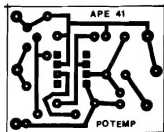

Fig.2
- **FIG. 2 - LAY OUT DO CIRCUITO IMPRESSO** - Embora tenhamos enfatizado as intenções de miniaturização, notem os Leitores/Hobbyistas que nem por isso a configuração de linhas e pistas ficou "apertada" ou super-condensada... Isso ocorre por que o circuito utiliza uma quantidade extremamente modesta de componentes (outro fator importante na redução final do custo do projeto...), facilitando a implementação em plaquinha pequena, sem com isso incorrer em "espremeamentos" excessivos... A figura mostra, em tamanho natural (escala 1:1) a face cobreada, com o padrão que deve ser cuidadosamente copiado sobre uma plaquinha virgem (quem quiser "fugir" desse trabalho de reprodução/confeção da placa, poderá recorrer ao prático sistema de KITS, oferecido pela Concessionária Exclusiva, EMARK ELETRÔNICA - vejam anúncio em outra página da presente APE...). O importante - como sempre - é verificar-se cuidadosamente a placa ao final da